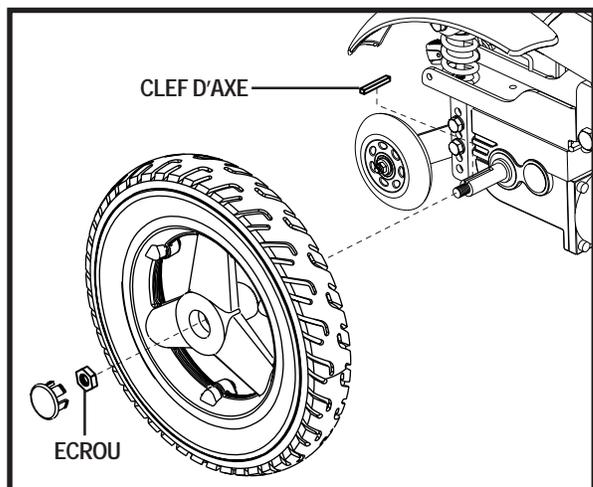

Figure 24. Roue motrice Vogue
4. Retirez l'écrou du moyen de la roue. Voir la figure 24.